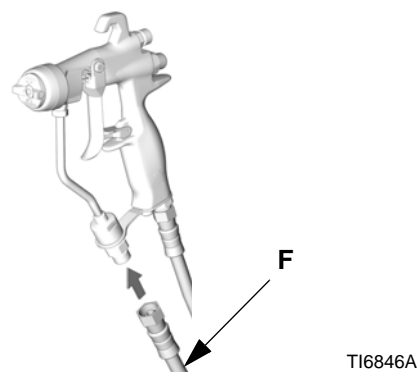

FIG. 4
2. Slut væskeslangen (F) til pistolens væskeindtag. Se FIG. 4. Efter ønske kan der installeres en væskedrejledstilslutning (189018) på pistolens indtag for den bedste håndtering af pistolen. Se Tilbehør på side 35.